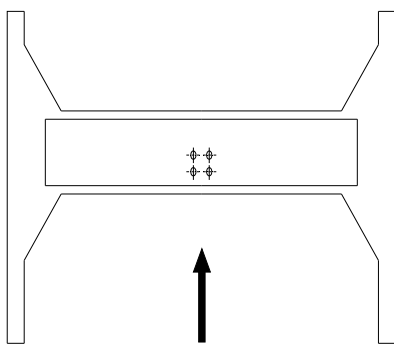

Fig.8
1. Stel het basisframe samen uit het middenstuk en de 2 zijstukken. Let er op dat de gaten in het middenstuk aan de kant van de lange draagpoten zitten (Fig.8).